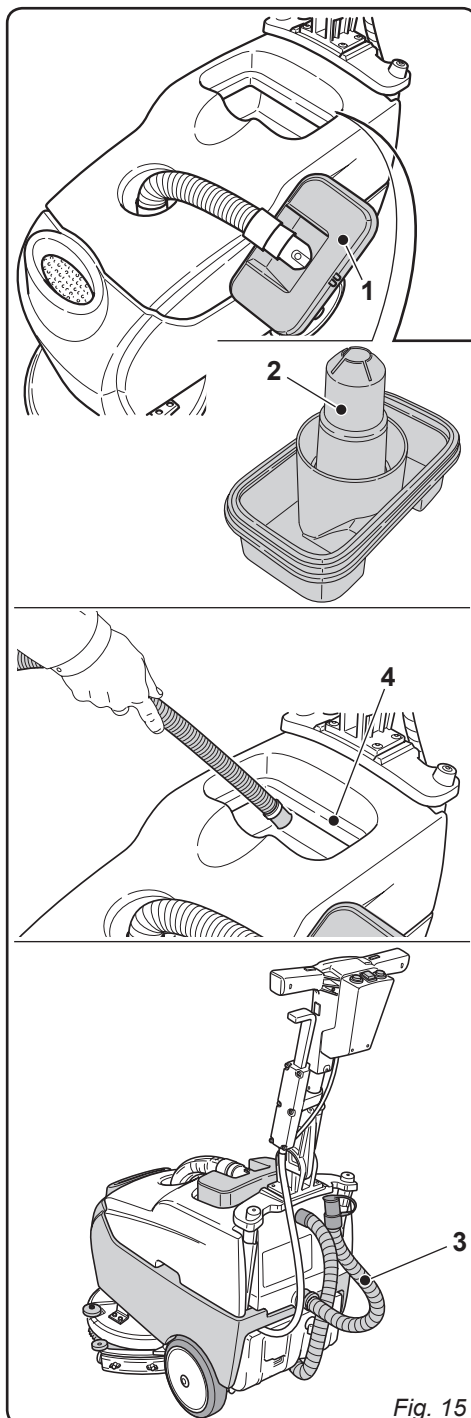

Fig. 15
11.1.b - Pulizia serbatoio acqua di recupero (Fig. 15)